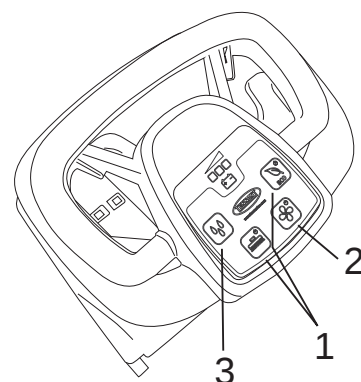

Fig.17
- Trykk på børstetasten eller ECo-tasten (fig 17 - ref. 1). I tillegg til børsten aktiveres oppsugingen og utførselen av vaskeløsning.
- Kontroller kvaliteten på vaskinen under arbeidet og reguler utførselen av vaskeløsning ved hjelp av tasten for vaskeløsning (fig. 17 ref. 3).
- Trykk på bryteren til børsteenheten (fig.17-ref.1).
- Slå av oppsugingen ved å trykke på oppsugingstasten (fig.17 - ref.2).